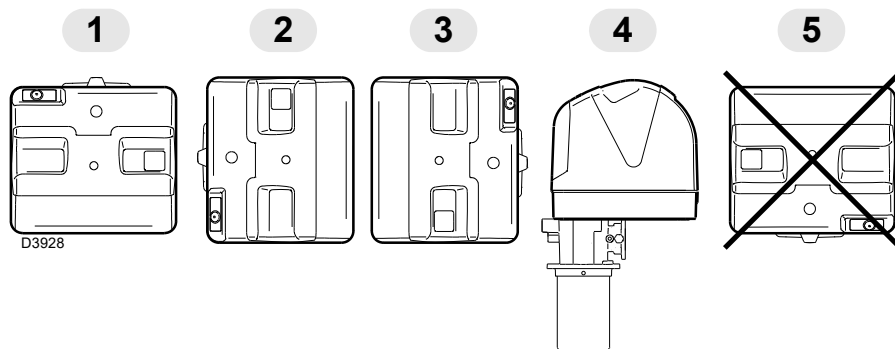

Fig. 7
- Il bruciatore è predisposto esclusivamente per il funzionamento nelle posizioni **1, 2, 3 e 4** (Fig. 7).